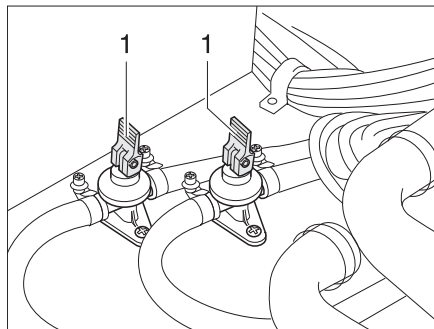

Fig. 128 Rubinetti di scarico
- Chiudere i rubinetti di scarico. A questo scopo, posizionare orizzontalmente le leve a bilanciere (Fig. 128,1).
- Aprire i rubinetti di scarico (Fig. 128). A questo scopo, posizionare verticalmente le leve a bilanciere (Fig. 128,1). Il boiler viene svuotato verso l'esterno tramite i rubinetti di scarico.